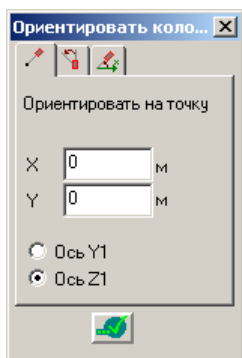

Рис.1.4.4. Окно диалога **Ориентировать колонны** (закладка **Ориентировать на точку**)
- В открывшемся окне диалога **Ориентировать колонны** рис. 1.4.4 на активной закладке  – **Ориентировать на точку** задайте следующие параметры: